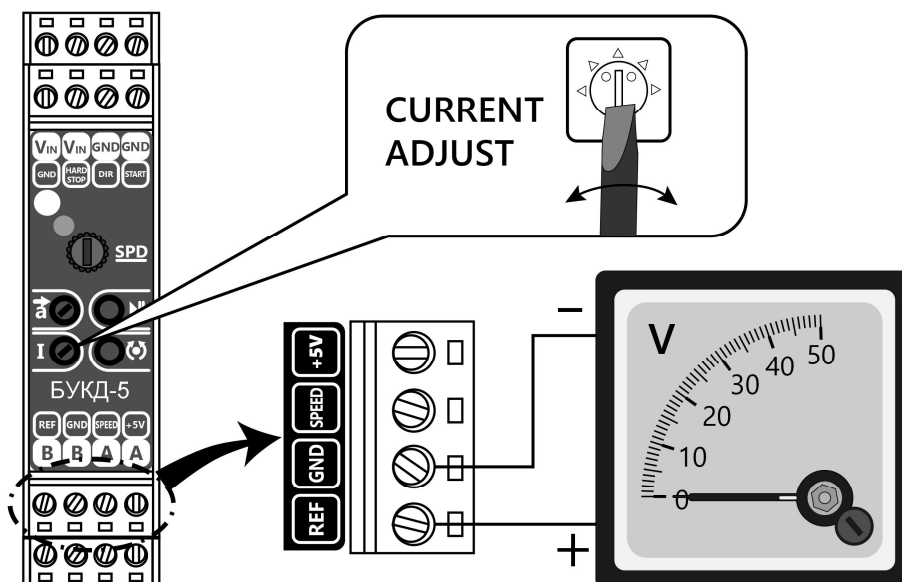

Рис. 4. Подключение вольтметра для установки максимального тока двигателя.
6. Потенциометром «CURRENT ADJUST» установите значение максимально потребляемого двигателем тока по вольтметру, подключенному к клеммам «GND» и «V_{ref}» в соответствии с рис. 4. Установка тока двигателя I_{lim} осуществляется согласно соотношению: